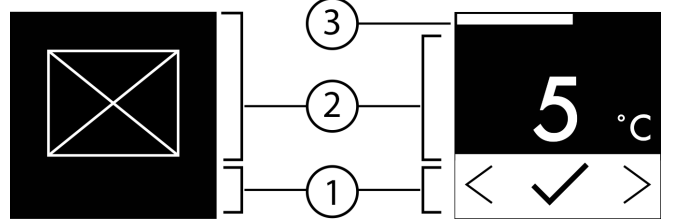

Fig. 6
- ▷ Durum: Etkinleştirilmiş *Fig. 6 (1)* kısa süreliğine alt menüde *()* görüntülenir.